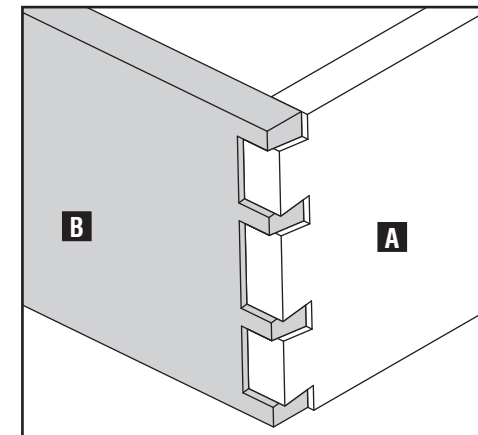

Fig. D17
EMBUTIDO: Si el grano grueso en la tabla con cola (A) Fig. D17 está embutido (o hundido debajo de la otra tabla como se muestra en la Fig. D17) entonces el corte de la tabla con cola debe ser más profundo. Para corregirlo, aumente la profundidad de corte de la broca de la rebajadora.
EMBUTIDO: Si el grano grueso en la tabla con espiga (B) Fig. D17 está embutido (o hundido debajo de la otra tabla como se muestra en la Fig. D17) entonces el corte de la tabla con cola debe ser más profundo. Para corregirlo, aumente la profundidad de corte de la broca de la rebajadora.